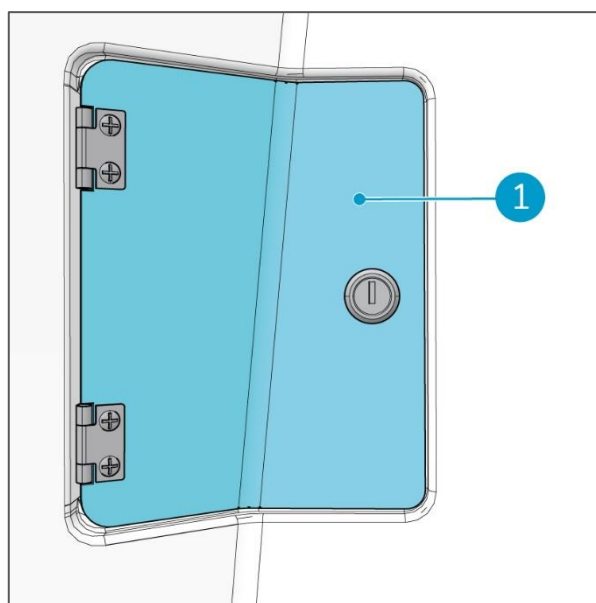

Figura 22
Dietro i-mop lite si trova un armadietto personale (Figura 22, pos 1) dove è possibile riporre gli effetti personali. Può essere chiuso con una chiave fornita con i-drive.